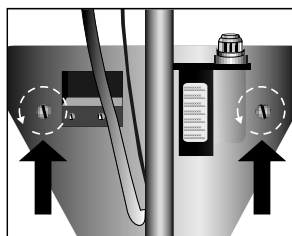

Figura 15
- Retire los dos tornillos que fijan el kit fuente de calor al forro del calentador (Ver figura 15).